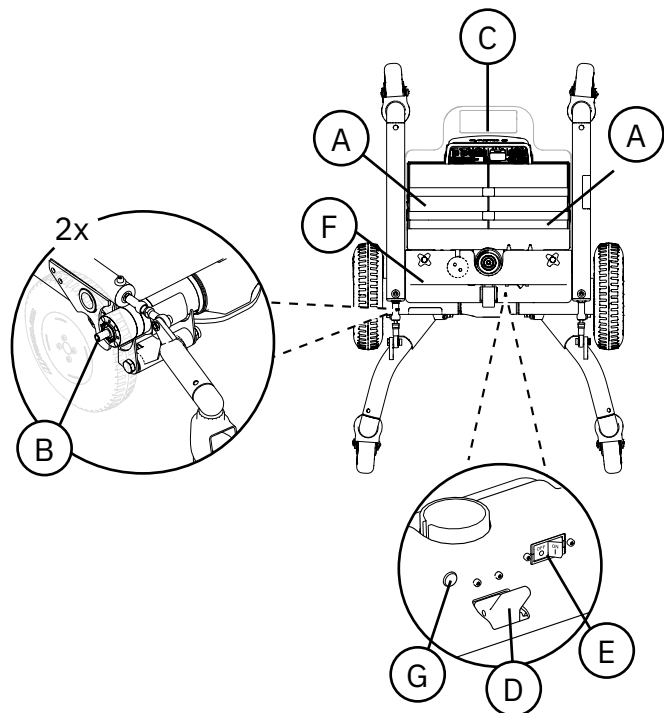

Figure 5.57. Châssis complet LiNX f REAL 6100 PLUS.
Châssis avec batteries (A), moteurs d'entraînement (B), module de puissance (C), commande d'activation et de débrayage du frein (D) et coupe-circuit automatique avec fonction ON/OFF (E). Le capot avant (F) comprend un bouchon de protection (G), voir figure 5.57.